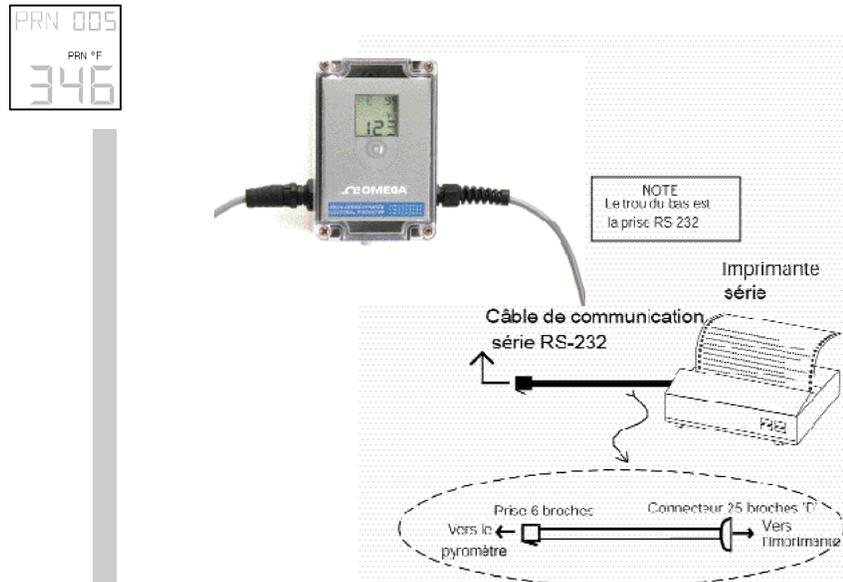

Figure 3-10 - Branchement de l'imprimante
3. Branchez le câble RS-232 entre le pyromètre et l'imprimante comme indiqué sur la Figure 3-10. Vérifiez que la protection du câble est en place pour assurer l'étanchéité de l'ensemble.